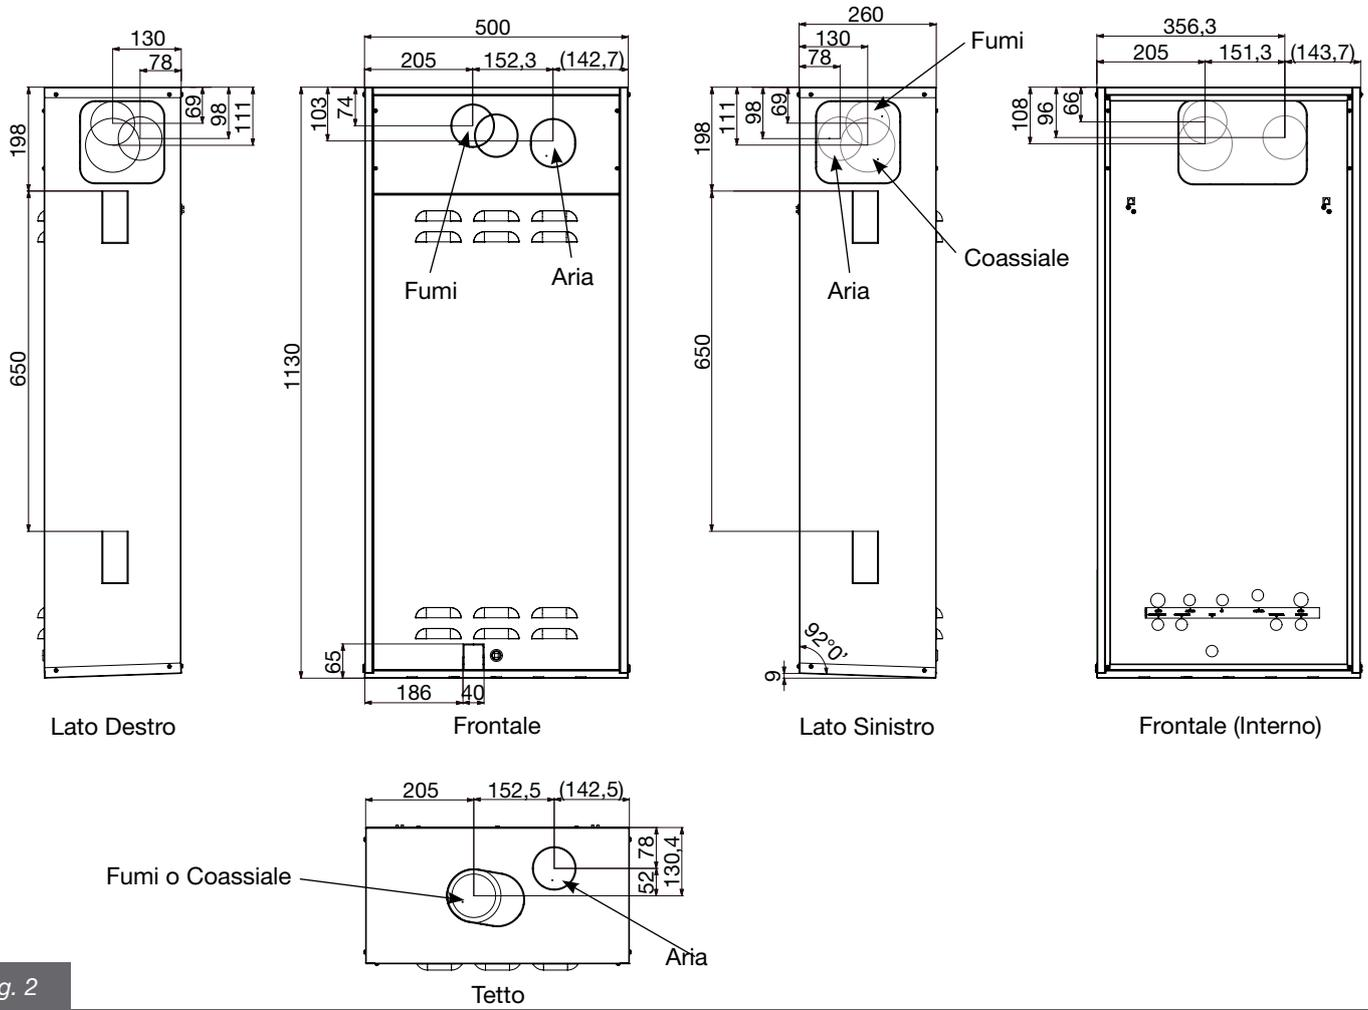

fig. 2
Il telaio è inoltre dotato di fori pretranciati per l'installazione dei tubi di aspirazione aria e scarico fumi in diverse configurazioni. Questi fori pretranciati si trovano sul lato superiore del telaio, su quello posteriore, su quello anteriore e su entrambi i fianchi laterali (fig. 2 e 3), in modo da avere le più svariate possibilità di collegamento.
2. Realizzare nel muro gli scassi per inserire i tubi di aspirazione aria e scarico fumi in corrispondenza dei fori pretranciati nel telaio (fig. 2 e 3) e secondo la soluzione prescelta. A questo proposito tenere in considerazione che, se il telaio è installato in un luogo aperto, l'aspirazione dell'aria comburente può essere fatta direttamente nel telaio; in caso contrario, prevedere una tubazione per il prelievo dell'aria comburente all'esterno del locale di installazione della caldaia, in ambiente aperto.